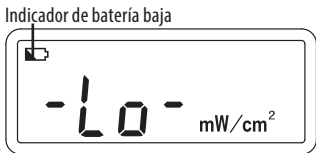

Fig. 4
1. Cambie las baterías cuando en el indicador de batería baja aparezca y destelle el siguiente mensaje "-Lo-" (baja). (Fig. 4)